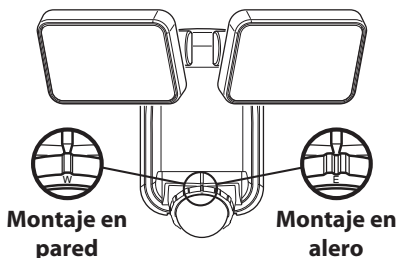

Figura 1
- Para montaje en pared, gire el anillo alrededor del detector en sentido horario hasta que la “W” y el indicador simple estén alineados con la marca de la parte frontal del detector (vea la Figura 1).
- Para el montaje en alero, gire el anillo alrededor del detector en sentido antihorario hasta que la “E” y el indicador doble estén alineados con la marca de la parte frontal del detector (vea la Figura 1).